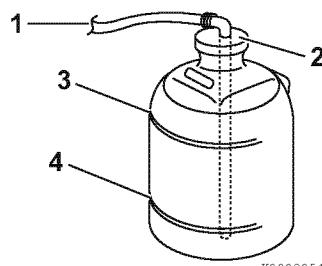

Figura 9
5. Controllare il livello del liquido di raffreddamento nella vaschetta di espansione. Il livello deve essere sulla tacca del pieno (FULL) (3, **Figura 9**). Se necessario, aggiungere altro liquido.
6. Rimuovere il tappo della vaschetta di espansione del liquido di raffreddamento (2, **Figura 9**) per aggiungere altro liquido, se necessario. Non aggiungere acqua.
8. Controllare il tubo in gomma (1, **Figura 9**) che collega la vaschetta di espansione del liquido di raffreddamento allo scambiatore di calore/serbatoio del liquido di raffreddamento. In caso di danni, procedere con la sostituzione.